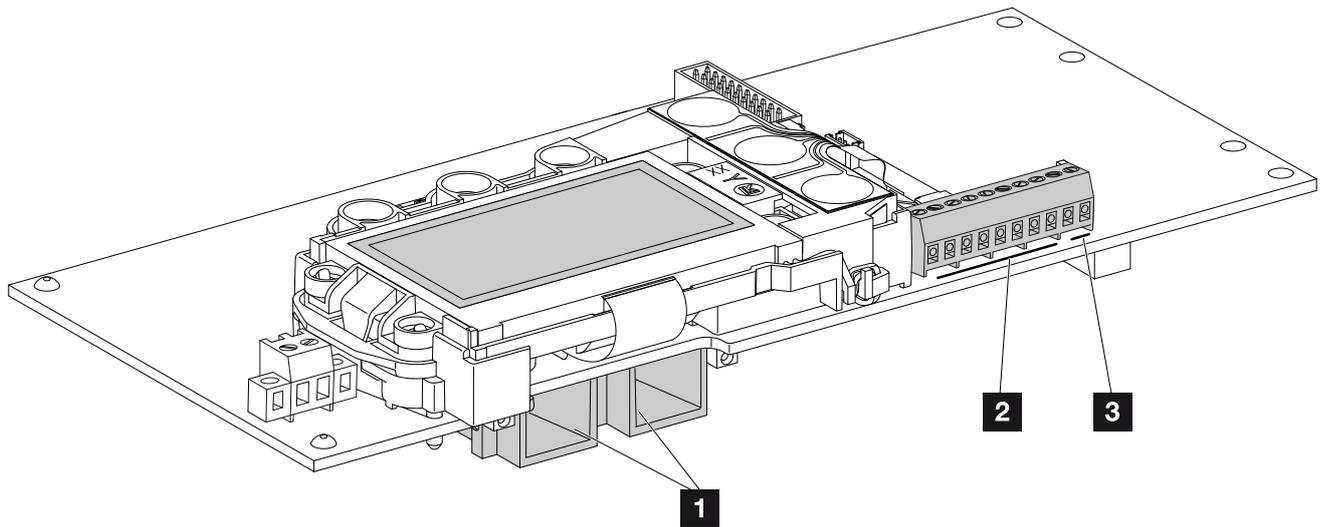

Abb. 34: Komponenten des Kommunikationsboards
5. Die Buchsen und Stecker der DC-Strings am Wechselrichter einstecken.  **Abb. 34**